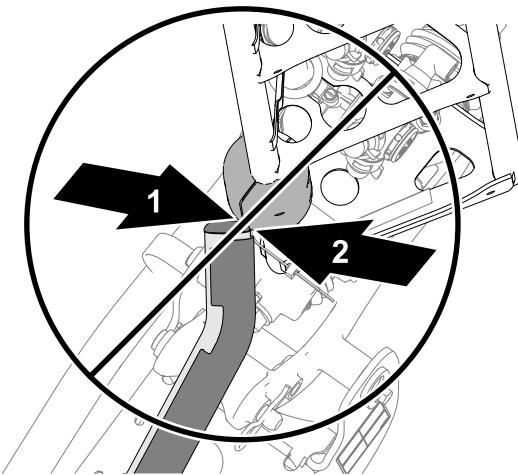
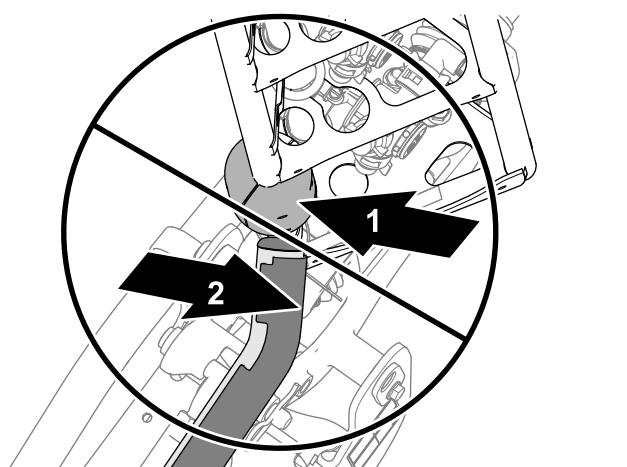
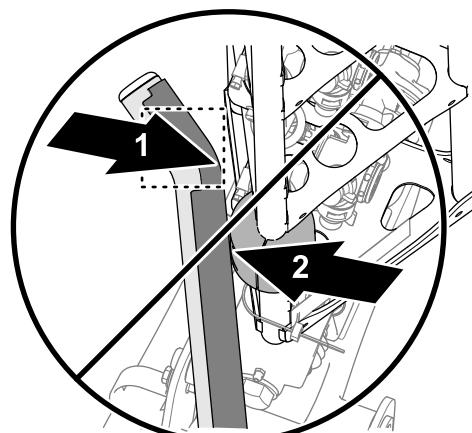

図 7
図 6
図 8
5. もしどちらかの上側クレードルチューブの調整がスライドblockに合っていない図6や図7や図8場合には、クレードルの位置調整を行うクレードルとブームを整列させる(ページ77)を参照。